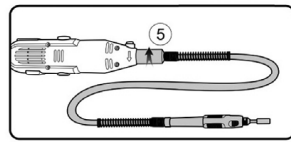

Рис. 8
4. Установите на патрон цанги гайку гибкого вала «5» (рис. 8) и закрутите гайку гибкого вала по часовой стрелке.